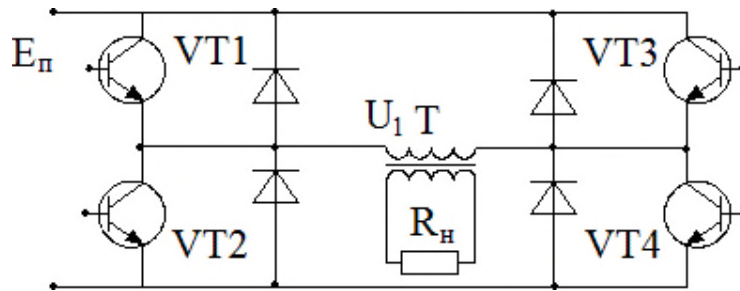

Рис. 15
15. Определить число витков вторичной обмотки трансформатора в схеме автономного инвертора (рис. 15), если известно, что при напряжении питания инвертора 12 В на нагрузке должно быть импульсное напряжение с амплитудой 300 В. Число витков во обмотке первичной 25.